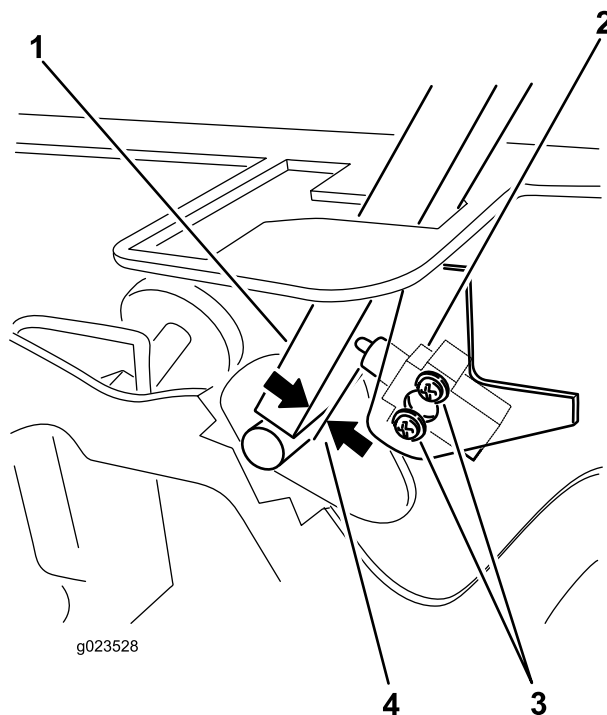

Figura 80
3. Afloje los 2 tornillos que fijan el interruptor de seguridad (Figura 80).
4. Sujetando la palanca de control contra el bastidor, mueva el interruptor hacia la palanca hasta que la distancia entre la palanca y el cuerpo del interruptor sea de 0.4 a 1 mm (0.015 a 0.045 pulg.) (Figura 80).